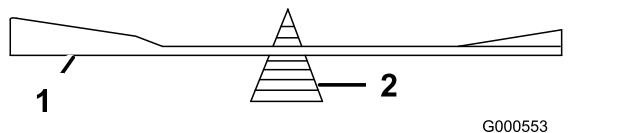

Figure 65
2. Vérifiez l'équilibre de la lame en la plaçant sur un équilibre (Figure 65).